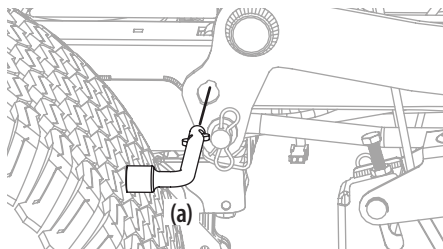

Figure 44
- Sur les tracteurs équipés du bouton de levage du plateau, utilisez la pédale et le bouton de levage du plateau pour placer le plateau dans la position la plus basse, puis utilisez l'outil multiple (a) pour verrouiller les composants de l'élevateur du plateau en place, comme indiqué dans la Figure 44. Sur les tracteurs équipés d'une poignée de levage du plateau, abaissez le plateau dans la position la plus basse.